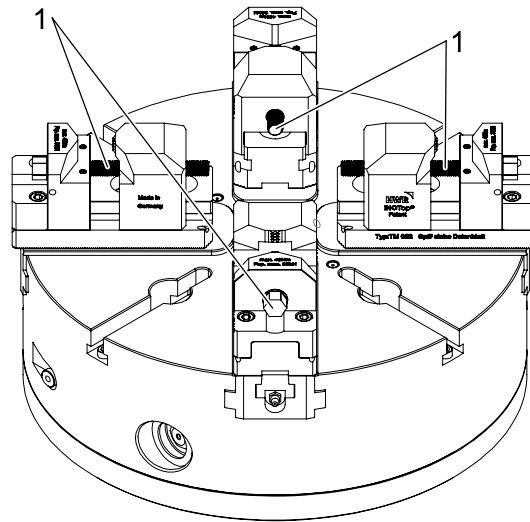

Abb. 4-1 : Serrage de la pièce
Étape 1 Ouvrez l'unité de serrage en tournant les broches (1, voir fig. 4-1).
Étape 4 Serrez la pièce à l'aide d'une clé dynamométrique en procédant à un serrage uniforme des broches (1, voir fig. 4-1)